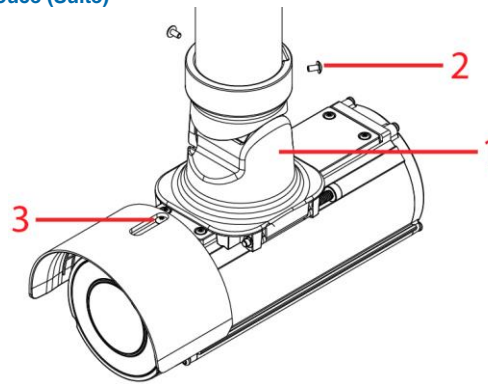

Figure 11
- F. Insérez la plaque du bras de montage / caméra dans l'adaptateur de montage (1) (Figure 11) et vissez les deux vis M3x0,5P (L = 6 mm) à l'aide de la clé Torx T10.
Remarque : Lorsque la caméra est montée en position inversée sur un support NPT de suspension de 1 1/2 pouce, vous devez déposer le pare-soleil. Pour cela, dévissez la vis M3x0,5P (L = 8 mm) (3) (Figure 11) à l'aide de la clé Torx T10, puis ajustez le pare-soleil à la position désirée (Figure 11).